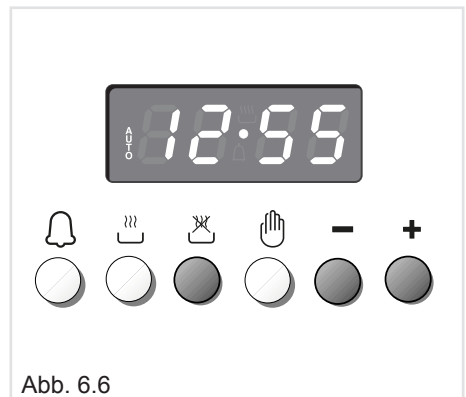

Abb. 6.6
2. Ende des Garvorgangs durch drücken der Taste  und der Taste  einstellen (Abb. 6.6) (die Garzeit wird der Uhrzeit hinzugefügt). Wenn die gewünschte Zeit überschritten wird, kann sie durch die Taste  zurück gestellt werden.